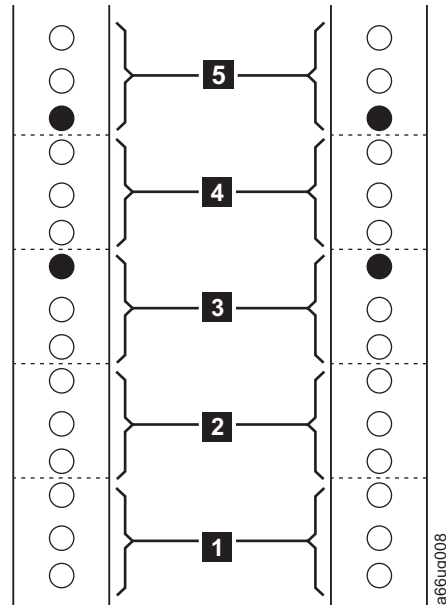

Figura 3-4. Identificación de EIA y ubicaciones de las espigas de los rieles verticales de la PARTE FRONTAL del bastidor
1. Con un lápiz, efectúe una marca debajo del primer EIA (**1** de la Figura 3-4 en la página 3-7 y **1** de la Figura 3-5 en la página 3-7) en los cinco EIA seleccionados en cada riel vertical del bastidor. La parte inferior de la estantería del riel deben estar alineada con el orificio inferior del primer EIA de los rieles verticales de la parte frontal del bastidor.
2. Las espigas de los rieles están situadas en la parte frontal y posterior de cada riel incluido en el kit de montaje de rieles. Las espigas de los rieles estarán en la posición indicada por los círculos negros de la Figura 3-4 en la página 3-7 y la Figura 3-5 en la página 3-7:
- El orificio superior del tercer EIA (**3** de la Figura 3-4 en la página 3-7).
- El orificio inferior del quinto EIA (**5** de la Figura 3-4 en la página 3-7).
- El orificio superior del primer EIA (vea la Figura 3-4 en la página 3-7)
- El orificio inferior del tercer EIA en los rieles verticales del bastidor (vea la Figura 3-4 en la página 3-7)